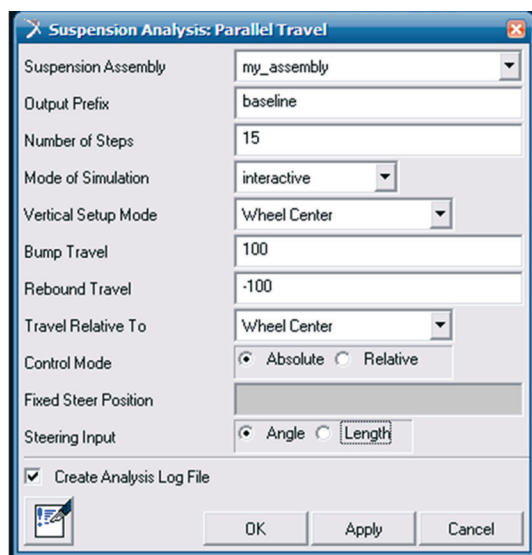

Figura 4.141 – Definindo os parâmetros da simulação.
- Para definir os parâmetros da simulação, acesse o menu *Simulate* → *Suspension Analyses* → *Parallel Wheel Travel* (Figura 4.141). Nessa simulação, o centro das rodas se irão se movimentar de – 100 mm a +100 mm em relação à sua posição inicial, mantendo, portanto, o volante fixo.